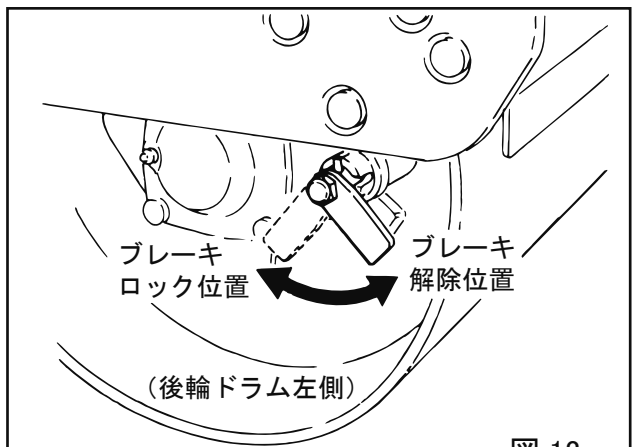

図 13
注意 走行させる前に必ず駐車ブレーキを外してください。レバーがかたい時は、本機を前後にゆくりとわずかに動かしてから外すと、容易にできます。(図13)
- 駐車ブレーキをロックにします。ブレーキノブを引き90° 時計方向に回します。(図13)